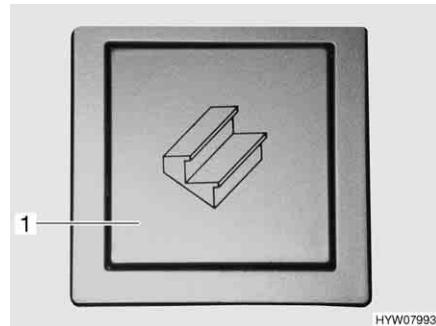
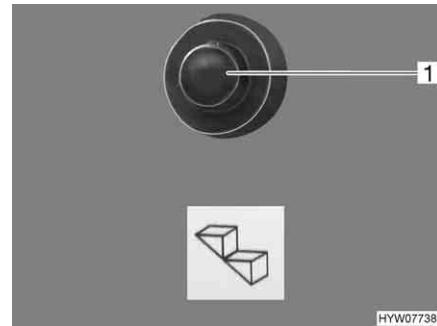

Fig. 4 Pulsante basculante dello scalino di ingresso (zona di ingresso)
Fig. 5 Pulsante a pressione dello scalino di ingresso (cruscotto)
- Premere brevemente il pulsante basculante (Fig. 4,1) nella zona di ingresso oppure premere il pulsante a pressione (Fig. 5,1) sul cruscotto nella cabina di guida.